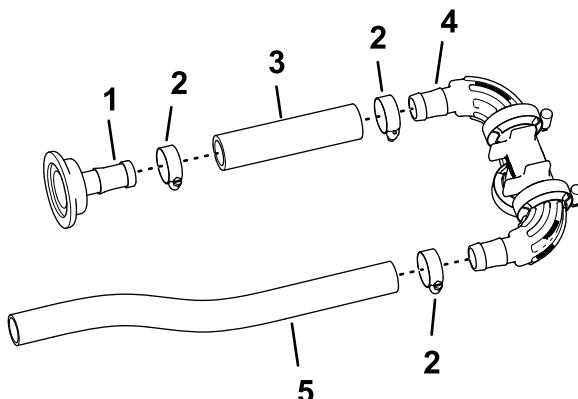

Figura 88
$\frac{3}{4}$ " a $1\frac{1}{2}$ ") e serrate la fascetta manualmente (Figura 88).
2. Montate l'altra estremità del flessibile (1" x $5\frac{3}{4}$ ') sul raccordo dentellato del collettore con una fascetta stringitubo, come illustrato nella Figura 88 e serrate la fascetta stringitubo manualmente.
3. Montate il flessibile (1" x 16") sull'altro raccordo dentellato del collettore con una fascetta stringitubo e serrate la fascetta stringitubo manualmente (Figura 88).